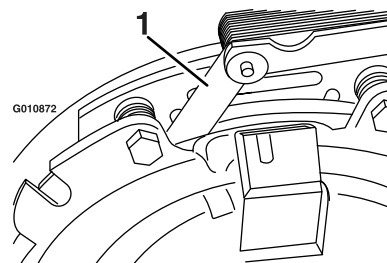

**Figura 70**
- B. Usando un alicate de punta fina, o a mano, sujete la pestaña y retire el suplemento (Figura 70).